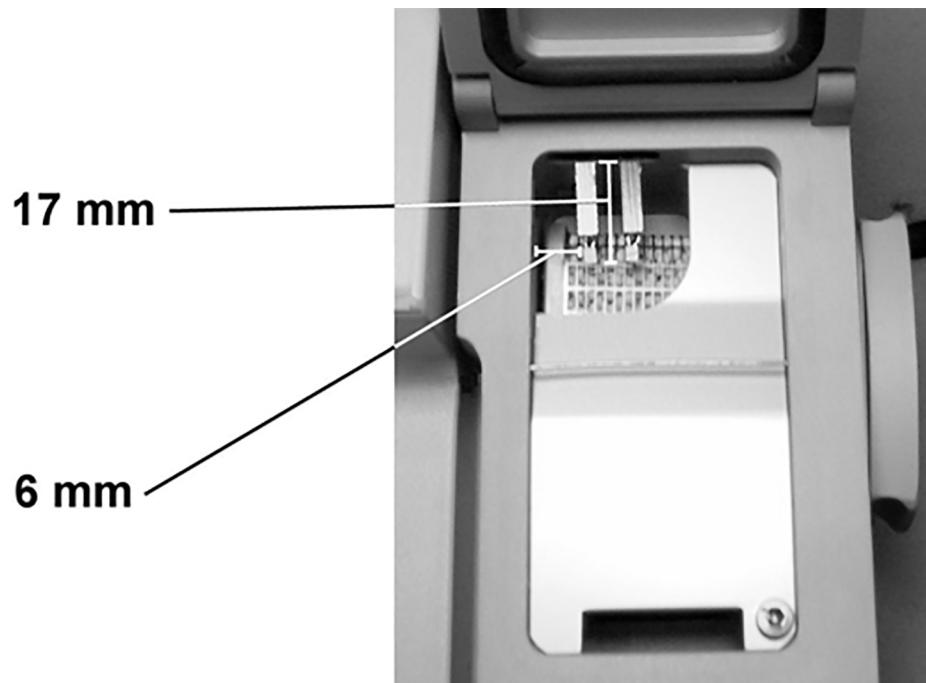

Abbildung 26 Richtig Position des Kammersensors
9. Stecken Sie den neuen Sensor vorsichtig, aber fest in die Kammer ein. Achten Sie auf die Gummidichtung und stellen Sie sicher, dass sie korrekt sitzt, um das Loch luftdicht zu verschließen. Informationen zur richtigen Positionierung des Kammersensors finden Sie auch unter Abbildung 26 \(Seite 124\).
Die richtige Positionierung des Kammersensors ist wichtig (siehe Abbildung 26 \(Seite 124\)).
Die richtige Positionierung des Kammersensors ist wichtig. Informationen zur richtigen Positionierung des Kammersensors finden Sie unter Abbildung 26 \(Seite 124\).